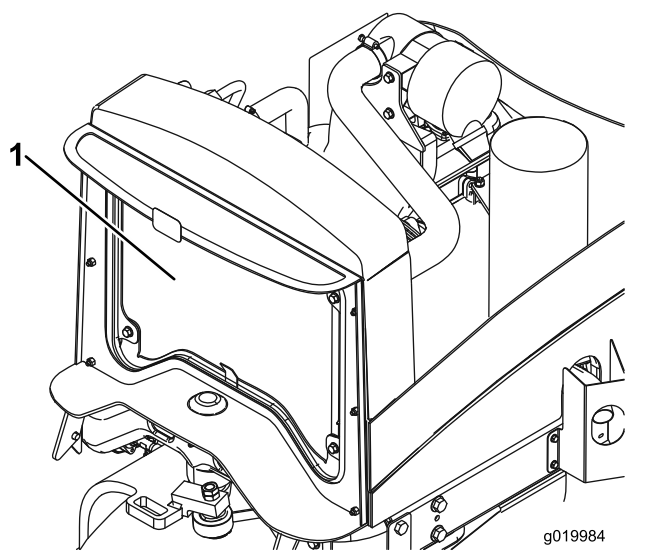

Figura 58
4. Limpe cuidadosamente ambos os lados do radiador com ar comprimido (Figura 58).